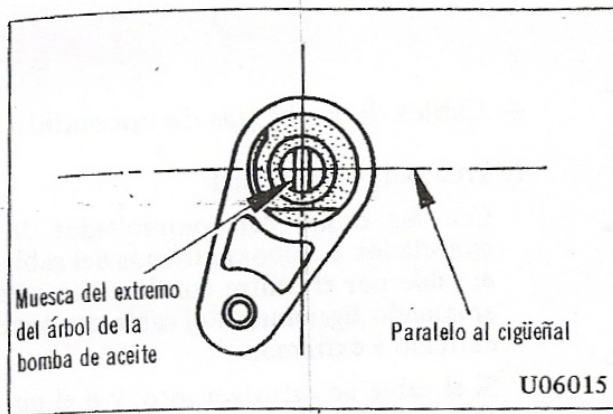

Fig. 15 Dirección de la muesca del extremo del árbol de la bomba de aceite
2. Con un destornillador, hacer girar el árbol de la bomba de aceite hasta que la muesca en el extremo del árbol se encuentre en la posición que se muestra en la Fig. 15 (en ángulo recto al eje del cigüeñal).